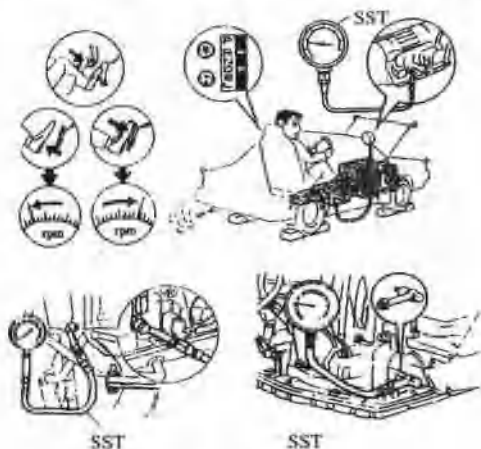

图 5.6 油压试验
- ① 拔去变速器壳体上的检查接头塞, 接上压力表。
- ② 启动发动机, 拉紧驻车制动, 在油温正常 ($50^{\circ}\text{C} \sim 80^{\circ}\text{C}$) 时进行试验, 并用三角木将 4 只车轮前后均堵住。
- ③ 踩下制动踏板, 换入 D 挡位, 先测怠速下的主油路管道的压力。
- ④ 将加速踏板踩到底, 测发动机达到失速转速时油路的最高压力。
- ⑤ 在 R 位重复试验, 将测得的数值与规定值比较, 参见图 5.6 所示。